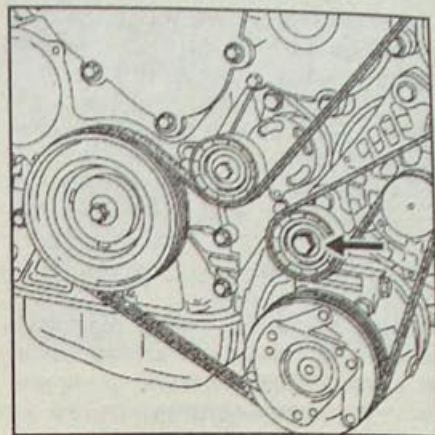

Рис. 15.10. Расположение обводного ролика ремня привода вспомогательного оборудования
- Снимите обводной ролик ремня привода вспомогательного оборудования (рис. 15.10).